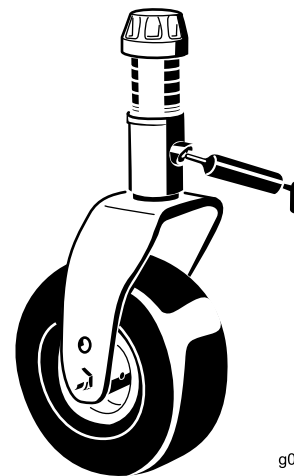

Bild 49
- Laufradgabel-Büchsen (je 1) (Bild 49)
- Spindelwellenlager (4)
- Spannarm-Drehbüchsen (1) (am Spannarm)